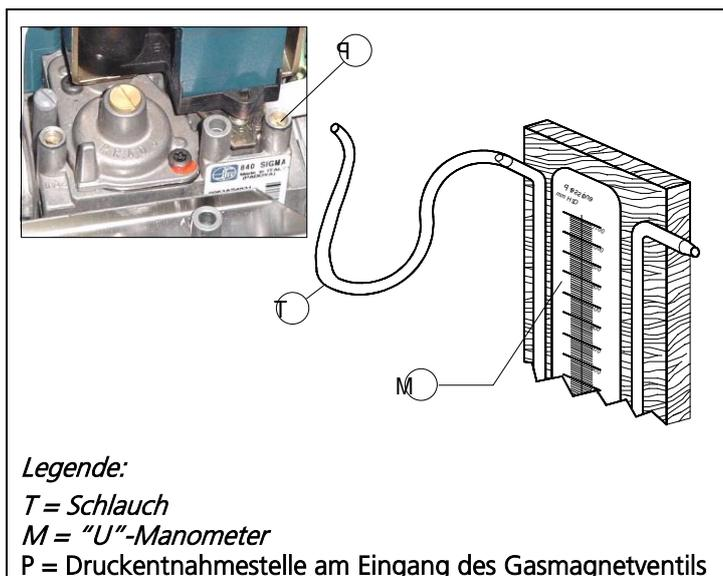

Abb. 5
3.2 Kontrolle des Anschlussdrucks (Abb. 5)